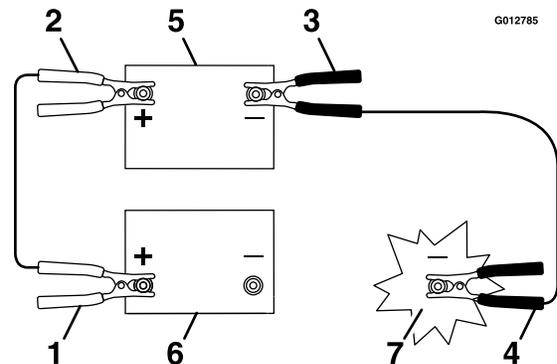

Figura 74
3. Conecte la abrazadera del cable puente positivo (+) al borne positivo (+) de la batería descargada, según se muestra en Figura 74.